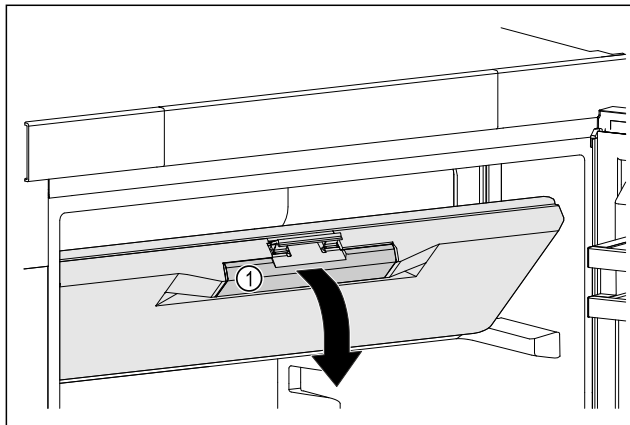

Fig. 23
- ▶ Chwycić drzwi komory zamrażalnika za zagłębienie uchwytu Fig. 23 (1).